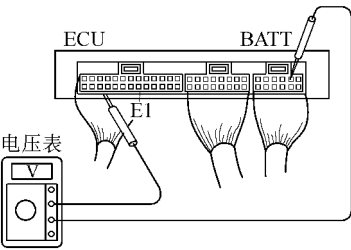

图 2-141 用万用表测量
1) 拆下右护板，将点火开关置于 ON 位置，使用万用表测量各端子间的电压，如图 2-141 所示。